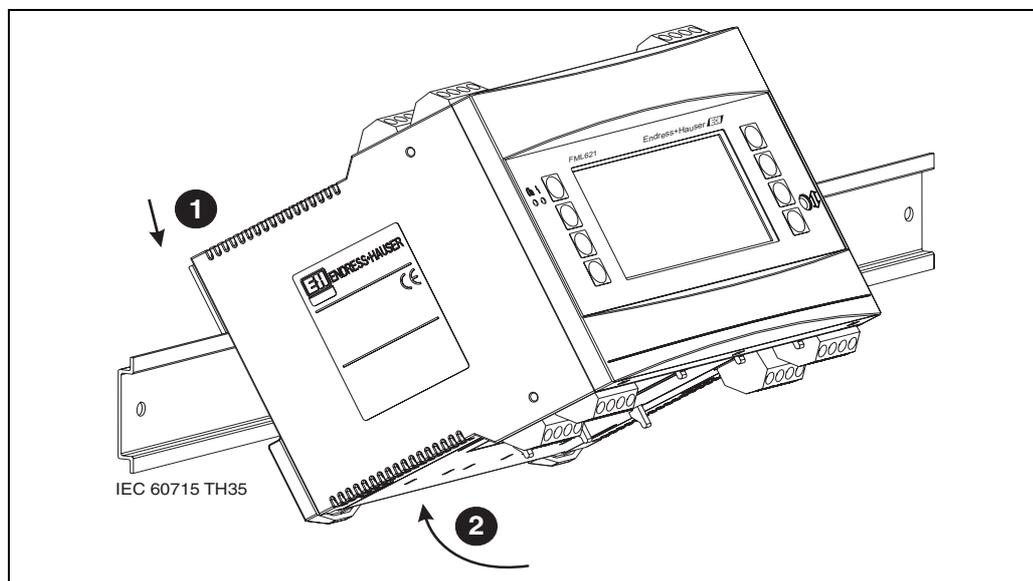

Fig. 2 : Montage de l'appareil sur rail profilé
Tout d'abord, retirez les bornes embrochables des emplacements de l'appareil. Pour fixer l'appareil au rail profilé, accrochez-le d'abord au rail. Appuyez légèrement vers le bas pour encliqueter le clamp inférieur du rail profilé. (v. fig. 2, pos. 1 et 2)